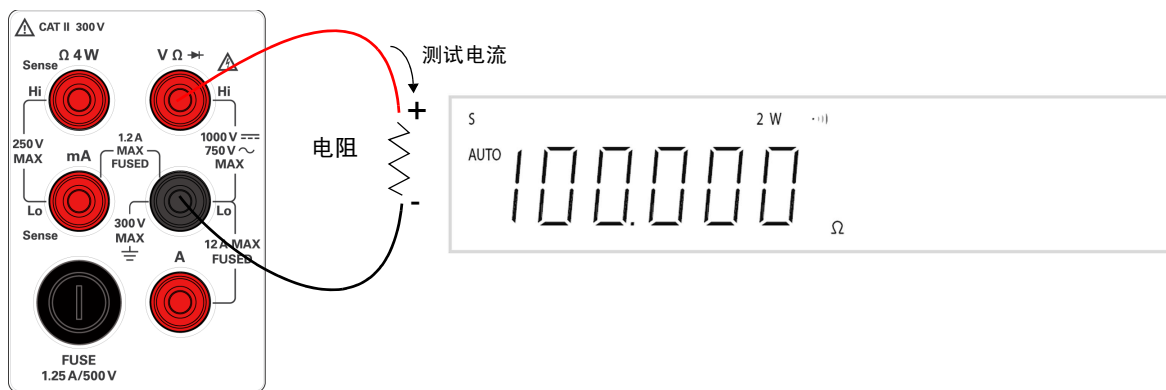

图 2-10 双线 / 通断测试端子连接和显示
- 2 按图 2-10 所示，将红色和黑色测试引线连接到输入端子。